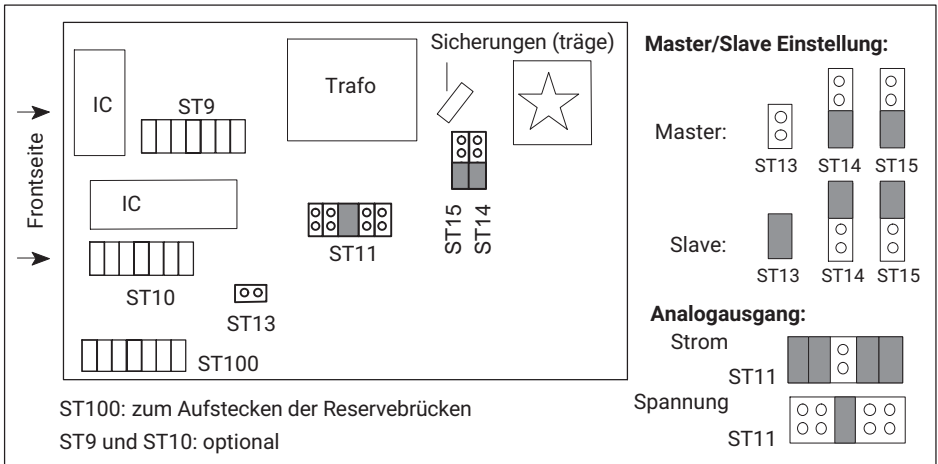

Abb. 4.1 Lage der Steckbrücken auf der Platine
- ▶ Ändern Sie die für Sie relevante Einstellung mit Hilfe der Steckbrücken entsprechend Abb. 4.1.
Das analoge Ausgangssignals (Spannung bzw. Strom) wählen Sie durch Umstecken der Steckbrücken ST11 (siehe Abb. 4.1). Die Wahl  $\pm 20$  mA bzw. 4...20 mA erfolgt im Bediendialog.
Zur Synchronisation mehrerer Geräte wird ein Gerät als Master eingestellt. Alle weiteren Geräte sind auf Slave einzustellen. Die Wahl "Master" und "Slave" erfolgt mit den Steckbrücken ST13, ST14 und ST15 (siehe Abb. 4.1).